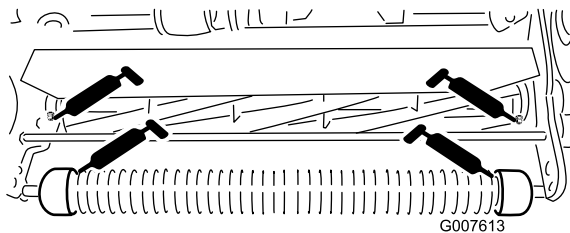

图18
- 前滚筒上 2 个（图18）
- 滚刀轴承上 2 个（图18）